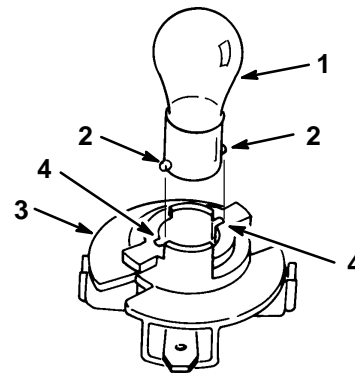

Abbildung 51
4. Die Birne hereindrücken, im Gegenuhrzeigersinn bis zum Anschlag drehen (ca. 1/4 Umdrehung) und aus der Birnenfassung herausnehmen (Abb. 51).
1. Die Glühbirne hat Metallstifte an der Seite ihrer Basis. Die Stifte auf die Schlitze in der Birnenfassung ausrichten und die Basis in die Fassung einsetzen (Abb. 51). Die Birne hereindrücken und bis zum Anschlag im Uhrzeigersinn drehen.